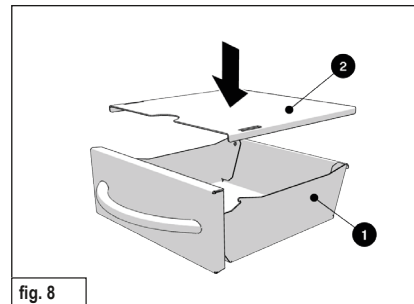

fig. 8
- ▶ Posizionare il coperchio (2) sul contenitore della cenere (1) (fig. 8).